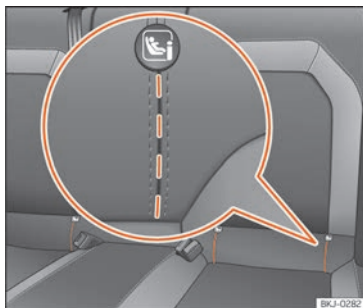

Fig. 26 Sedile posteriore: aperture praticate per accedere agli occhielli di fissaggio del sistema ISOFIX/iSize.
veicoli, gli occhielli sono fissati al telaio del sedile e in altri al piano posteriore. Gli occhielli "ISOFIX" si trovano tra lo schienale e il cuscino del sedile posteriore » **fig. 26**. Gli occhielli Top Tether* si trovano nella zona posteriore degli schienali posteriori (dietro lo
- In primo luogo, aprire manualmente l'area punzonata situata dietro le fessure contrassegnate per accedere agli anelli di fissaggio »» **fig. 26.**